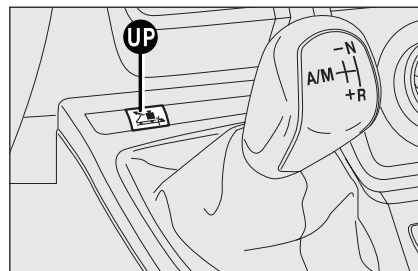

fig. 4
- la seconda completamente automatica (**AUTO**), nella quale il sistema decide quando effettuare il cambio marce. Con questa logica è possibile utilizzare la funzione **UP** (funzione strade gravose) che consente di effettuare cambi marcia a regimi più alti al fine di affrontare agevolmente strade con grandi pendenze con qualsivoglia carico. Per inserire tale funzione premere il pulsante **UP**- **fig. 4** situato tra i comandi su plancia. La selezione della marcia e della logica di funzionamento (**MANUAL** oppure **AUTO**) viene effettuata agendo sulla leva di comando a qualunque velocità.
L'inserimento della funzione **UP** avviene premendo il tasto **UP-fig. 4**, situato tra i comandi su plancia. Dopo avere attivato tale funzione, si accende la spia  (verde) sul quadro strumenti accompagnata da un messaggio di conferma sul display multifunzionale riconfigurabile (vedere paragrafo successivo).